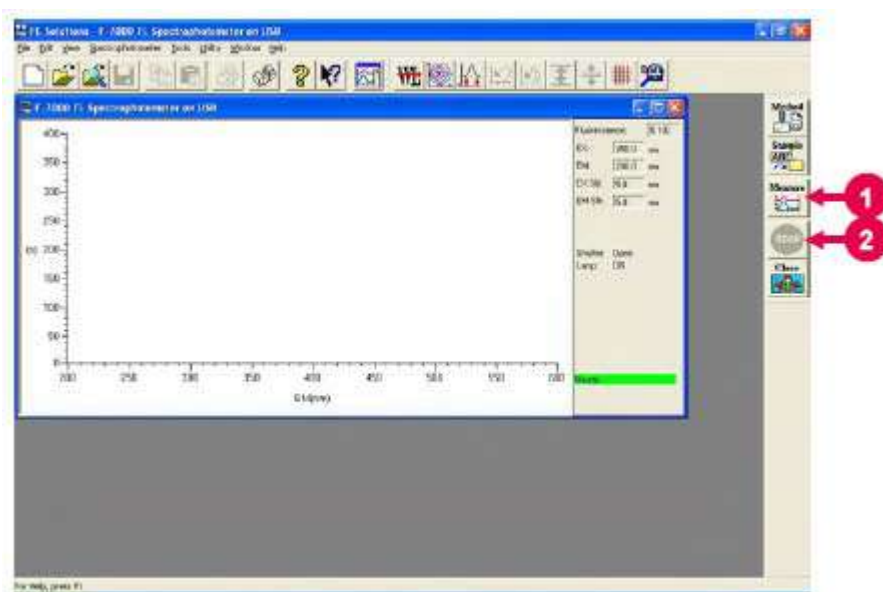

Рис. 6-9 Окно текущего контроля
2. Установите выборку в ячейке выборов и нажмите кнопку «Измерение», чтобы начать измерения. (Смотрите 1 на рис. 6-9.)
3. Для остановки измерения в середине, нажмите кнопку «(стоп)» на панели инструментов. (Смотрите 2 на рис. 6-9.)